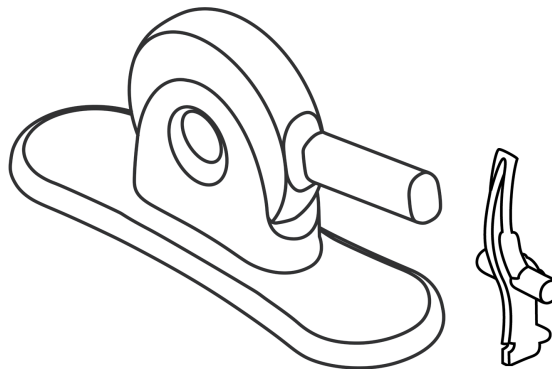

Рис. 5. Обжимное устройство Edwards и двухкомпонентный ограничитель обжима
- **Обжимное устройство и ограничитель обжима Edwards (рис. 5)**